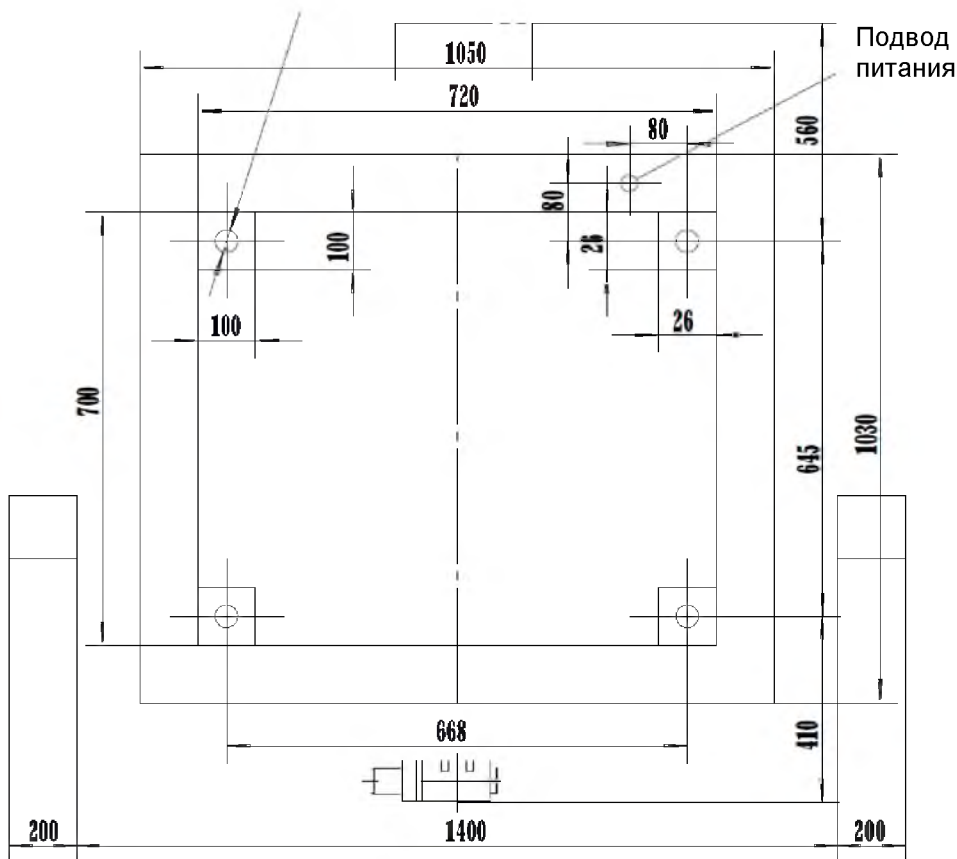

Рис. 10 Фундаментный план
Станок следует устанавливать на бетонный фундамент, толщина фундамента определяется местными условиями почвы, позиции фундаментных болтов указаны на рис. 10. Чтобы обеспечить точность установки станка, допустимая ошибка в продольном и поперечном направлении составляет 0,02/100 мм по спиртовому уровню.
11.1.1 Делительная головка должна быть установлена с правой стороны горизонтального рабочего стола, а также нужно заменить некоторые детали с правого конца ходового винта продольной подачи при замене зубчатых колес. Демонтируйте маховик, гильзу, муфту, пружину, делительный диск и его опору на конце ходового винта (См. Рис. 10), передвиньте сухарь на ходовом винте в паз, расположенный на правом конце ходового винта и установите гитару, гильзу и смен-